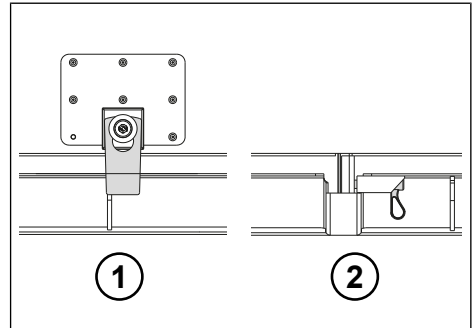

Abb. 6-20: Sicherung
- ▶ Fallsicherung/ Federschnapper lösen (siehe "Abb. 6-20: Sicherung", S. 65).